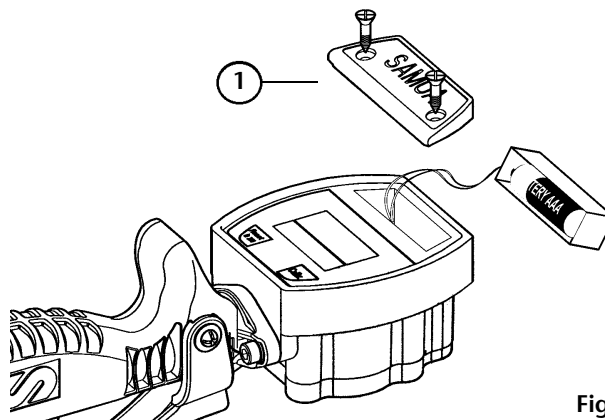

Fig. 5
1. Remove the screws and the battery cover (1) (Fig. 5).
1. Destornillar y retirar los tornillos y la tapa de las baterías (1) (Fig. 5).
1. Dévisser et retirer les vis ainsi que le couvercle des piles (1) (Fig. 5).
3. Remonter le couvercle des piles (1).
1. Die Schrauben und den Batteriedeckel (Bild 5) lösen.